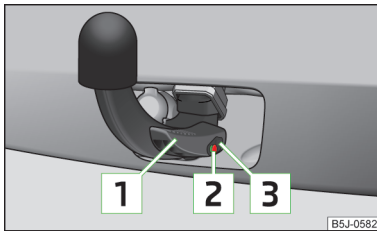

Fig. 108
- ✓ Maneta [1] se află sus de tot » fig. 108.